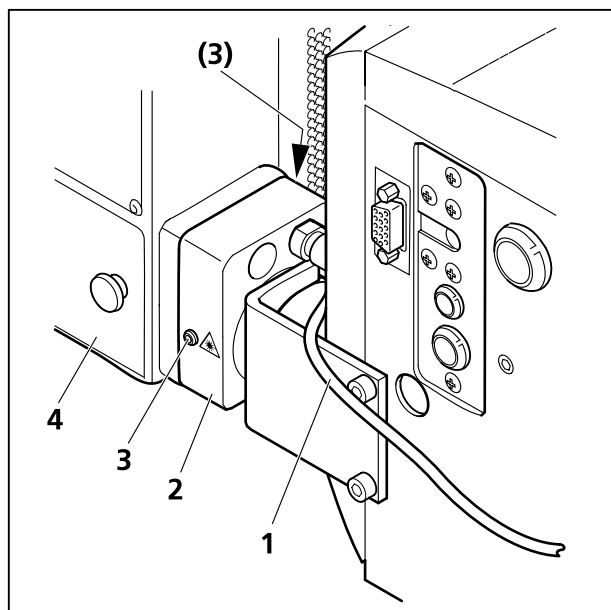

Fig. 1-18 Conexión a través del puerto entre el LSM 710/LSM 780 y el LSM BiG
No quitar el cable de seguridad del láser (Fig. 1-18/1) del sistema LSM 710/LSM 780 para no arriesgar la pérdida de la seguridad de láser y el fallo del sistema.
- Afloje los dos tornillos de sujeción (Fig. 1-18/3) en el puerto del LSM BiG (Fig. 1-18/2).
- Retire el LSM BiG (Fig. 1-18/4) lentamente del puerto.